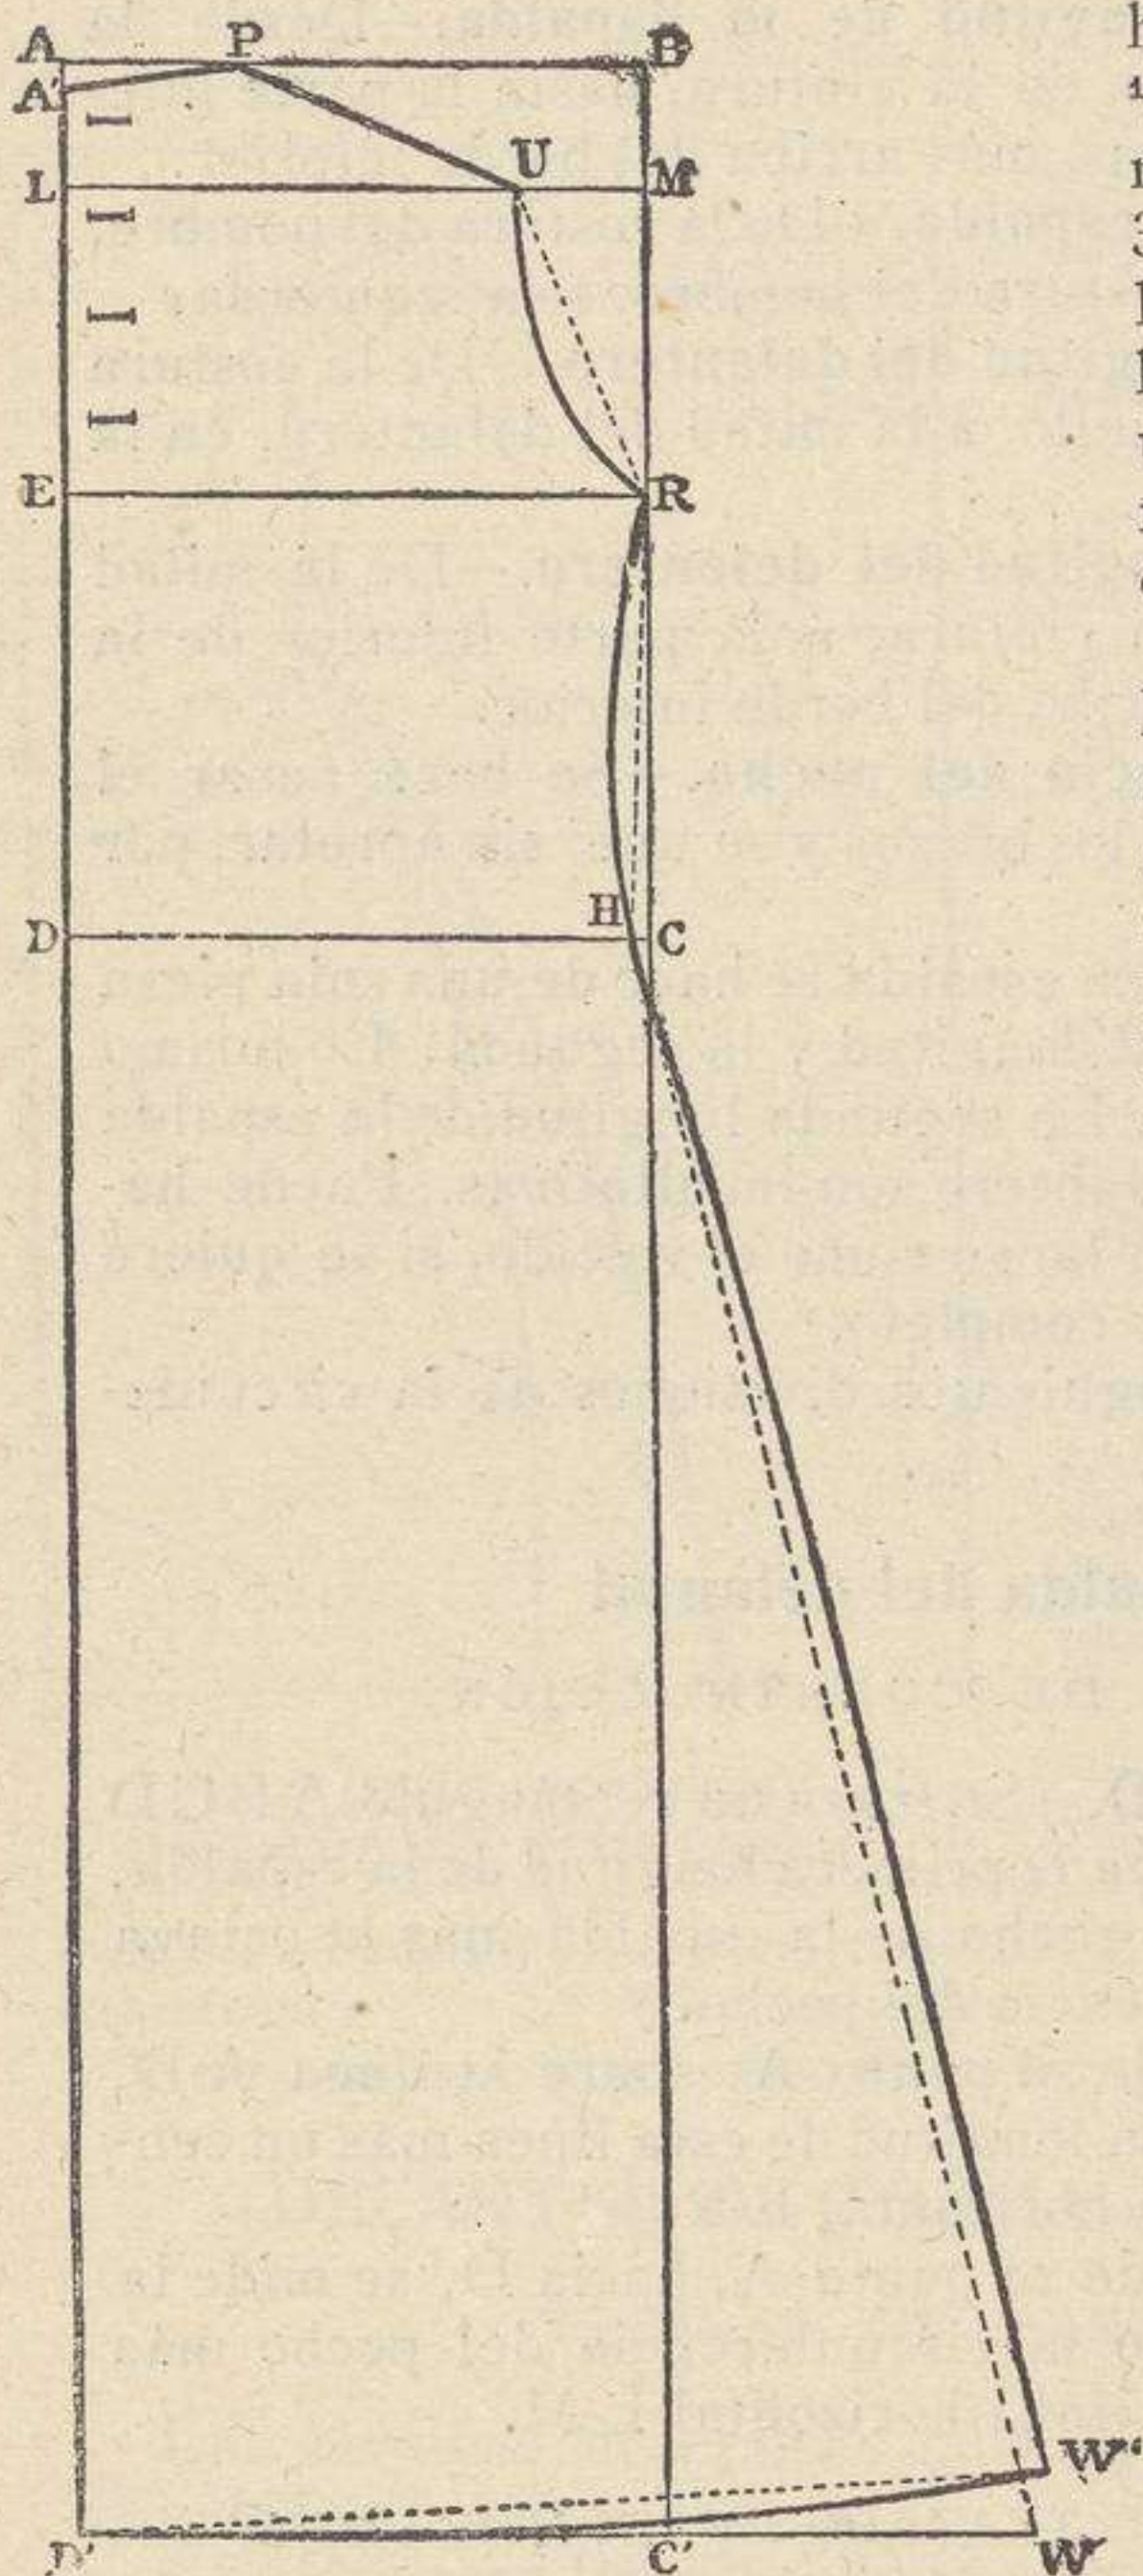

Fig. 45 ( $\frac{1}{8}$  del tamaño real).
**Rectángulo ABCD.**—Se traza un rectángulo ABCD (fig. 45), cuyo largo sea la primera longitud de la espalda, y el ancho, el medio ancho de la espalda más la octava parte de la circunferencia del pecho.
Desde el punto R, sobre esta oblicua, se cuenta la longitud R H de la espalda (fig. 45) y se coloca la letra H.